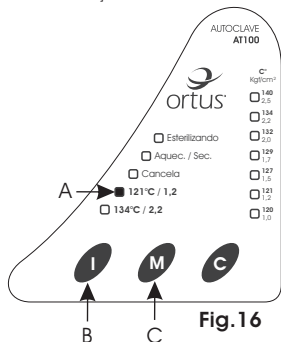
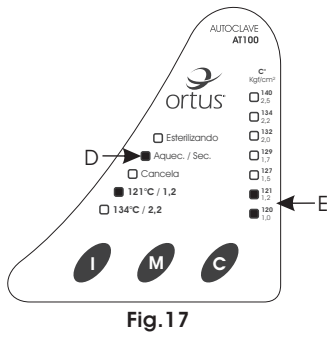

Fig. 16
Fig. 17
- 6▶ O modo inicial de validação verifica a rede elétrica ao qual a autoclave está instalada e também os principais componentes, se a rede elétrica for inadequada ou algum componente principal apresentar falhas a autoclave automaticamente bloqueará o ciclo até que o problema seja solucionado. Após o término do modo inicial de validação, em caso de problemas, a autoclave exibirá em seu painel o possível código do erro apresentado, se a autoclave não detectar problemas após o modo inicial de validação, o ciclo de 121°C automaticamente é selecionado ascendendo o LED correspondente (fig.16-A), caso necessite selecionar o ciclo de 134°C, pressione a tecla **"M"** de modo (fig. 16-C);
- 7▶ Pressione a tecla **"I"** de início (fig.16-B), a autoclave emitirá 1 bip, o LED **Aquecendo/Secando** estará aceso (Fig.17-D), a autoclave iniciará então o aquecimento que poderá variar entre 10 e 35 minutos dependendo das condições de temperatura, altitude do local de trabalho, e quantidade de material carregado. Durante o funcionamento a barra de LEDs indicativos indicará a elevação/diminuição gradativa de pressão e temperatura (fig.17-E). Caso este não seja o primeiro ciclo do dia e a temperatura da autoclave estiver acima de 70 °C, ao apertar a tecla **"I"** de início, a autoclave emitirá 1 bip, porém não iniciará o ciclo até que a temperatura esteja abaixo de 70°C acendendo intermitentemente os LEDs indicativos de temperatura e pressão. Após a queda da temperatura (abaixo dos 70°C), o usuário pode selecionar a função desejada e iniciar a operação.
- 11► A seguir a autoclave emitirá 10 bips indicando que a porta deverá ser aberta para início do ciclo de secagem, caso a porta permaneça fechada, a autoclave não inicia o ciclo de secagem, cancelando após 10 min., abrindo a porta da autoclave o LED **Aquecendo/Secando** acenderá (Fig. 17). **Neste momento é necessário que o operador entreabra a porta para secagem com o manipulô abaixado e os pinos de travamento** (Fig. 19).
- 13▶** Se o usuário constatar que o ciclo de secagem pré-programada não foi suficiente para a secagem completa do material, poderá iniciar o **ciclo extra de secagem**. Para isso, basta pressionar a tecla **"M"** até acender o LED correspondente (Fig. 17, item D) e pressione a tecla **"I"** para iniciar o ciclo.